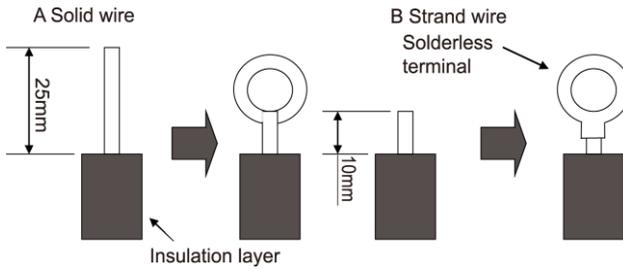

Fig. 26
- (1) For solid core wiring (Fig. 26)
- (2) For strand wiring (Fig. 26)